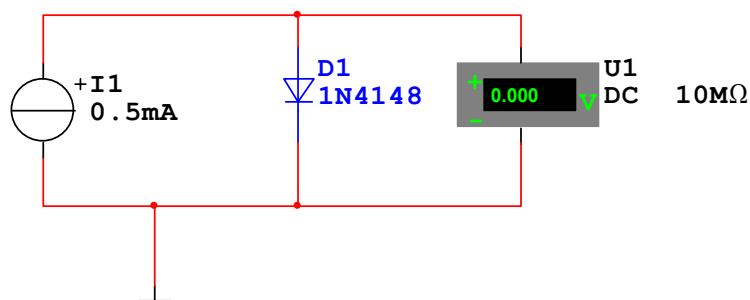

Рис.2.1
2.2.1. Соберите схему для получения вольтамперных характеристик диодов и стабилитронов, приведенную на рис.2.1. Для исследования выберите кремниевый диод 1N4148 или другой по указанию преподавателя.